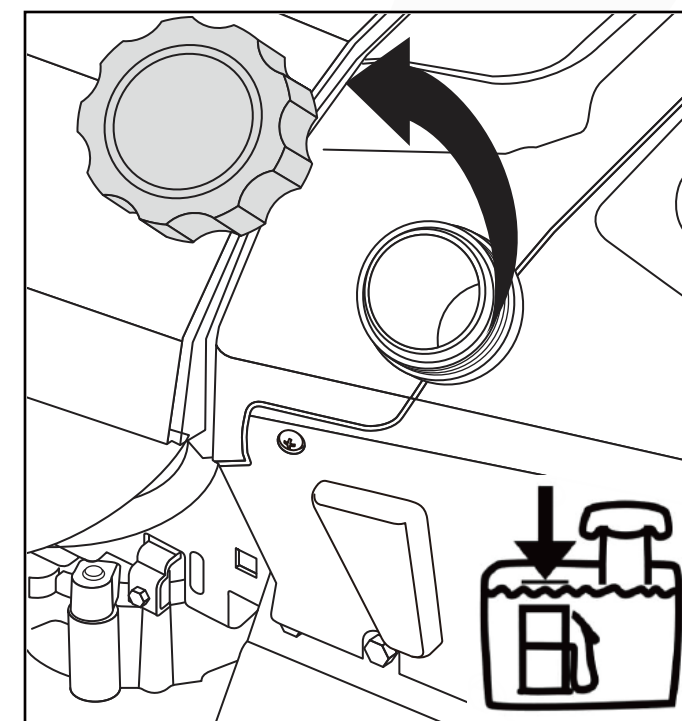

Fig. 14
2. Quite el tapón de combustible. (Fig. 14)